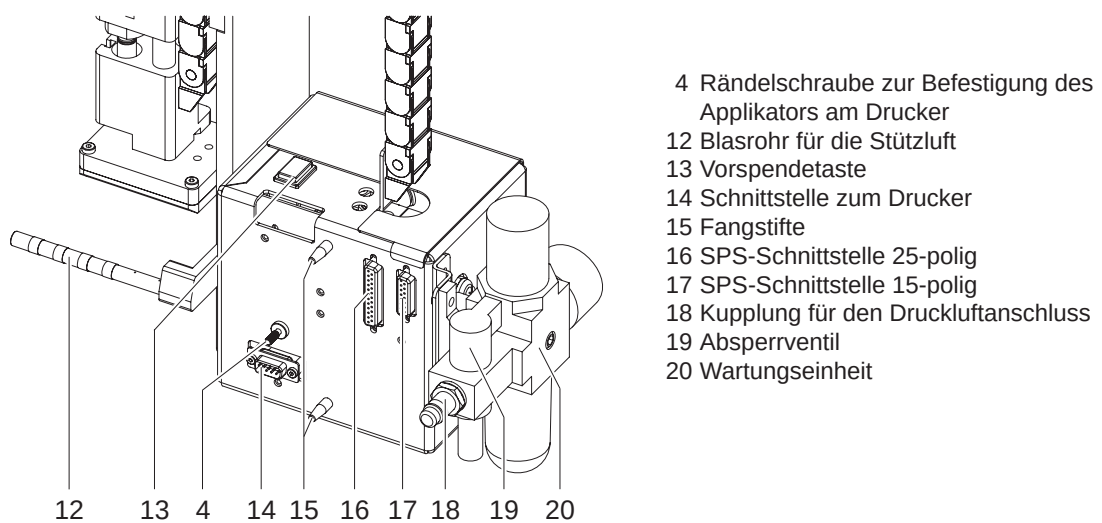

Bild 3 Rückansicht
- 1. Applikator (2) mit den Fangstiften (15 / Bild 3) an der Rückseite in die Bohrungen (3) des Druckers stecken.
- 2. Applikator gegen den Drucker drücken. Dabei wird der Steckverbinder des Applikators am Peripherieanschluss (4) des Druckers kontaktiert.
- 3. Applikator (2) mit Rändelschraube (1) sichern.